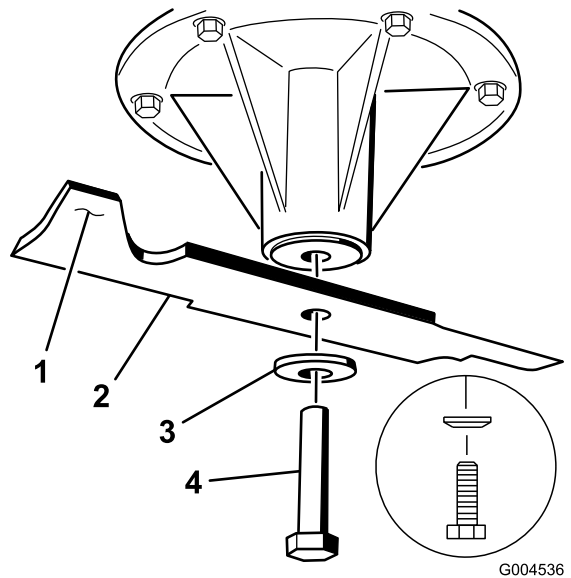

Figure 89
1. Placez la lame sur l'axe (Figure 89).
2. Mettez en place la rondelle élastique et le boulon de la lame (Figure 89).
Remarque: Le cône de la rondelle élastique doit être dirigé vers la tête du boulon (Figure 89).